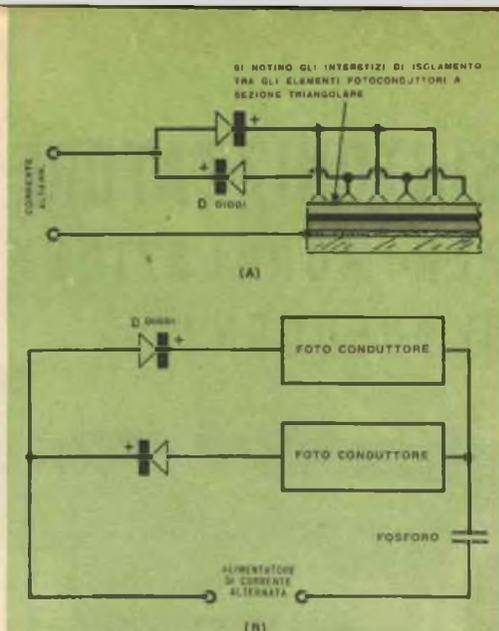

Fig. 4 - Metodo per alimentare il fotoconduttore a corrente continua e lo strato al fosforo a corrente alternata (A).
La *fig. 4* illustra un metodo che è stato adottato con successo per superare l'ostacolo. L'esperienza ha dimostrato che con esso si ottiene una luminosità più di 100 volte maggiore.
In *fig. 4* (A) si può notare che esistono due sistemi di elementi fotoconduttori a sezione